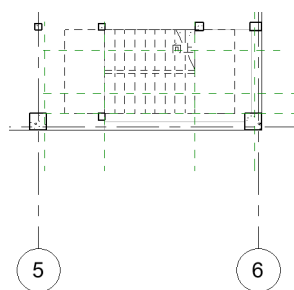

图 15-90 绘制楼梯
(12) 单击“模式”面板中的“完成编辑模式”按钮, 完成1楼、2楼楼梯的绘制, 如图 15-90 所示。